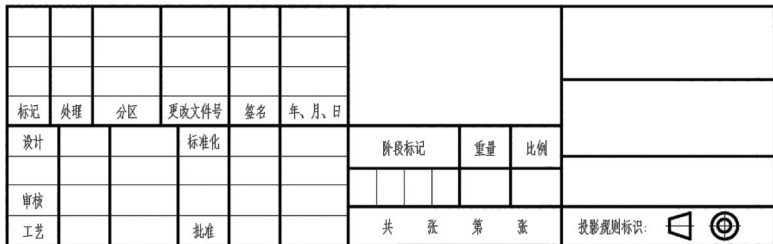

图 6-49 图形中的块实例
14) 在这里，直接在“编辑属性”对话框中单击“确定”按钮，完成该标题栏图形块的定义，图形中的块实例如图 6-49 所示。